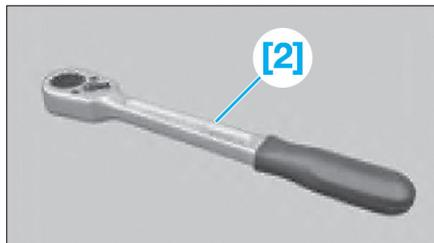

Fig. 43
- [2]. Cliquet avec six-pans creux ouverture 22 (réf BMW : 33 5 020) (Fig.43).